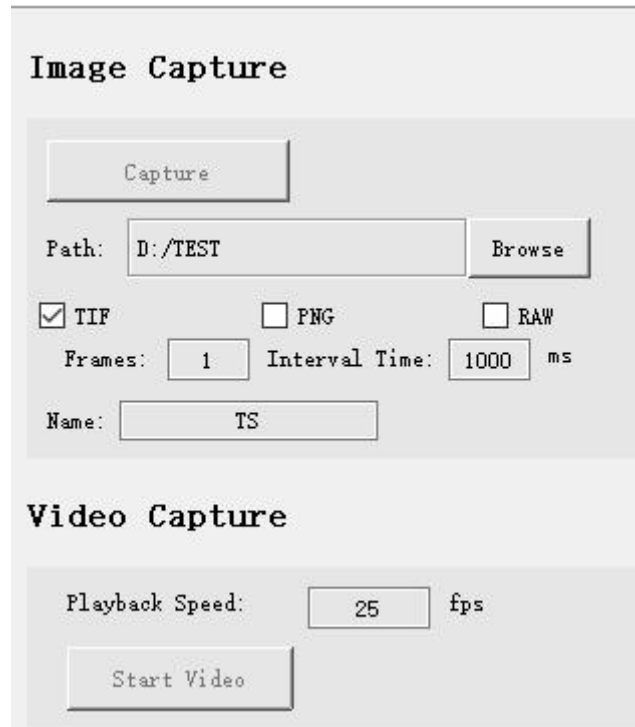

图 5-6 图像拍摄界面
如图 5-6 所示，图像拍摄模块支持相机的基本拍图、录像功能。
- 2) 存储 tif 格式图像时，需要把图像调整的算法都设置成默认，见图 5-6，否则保存出来的图像是经过处理软件处理后的，比如色阶等等。